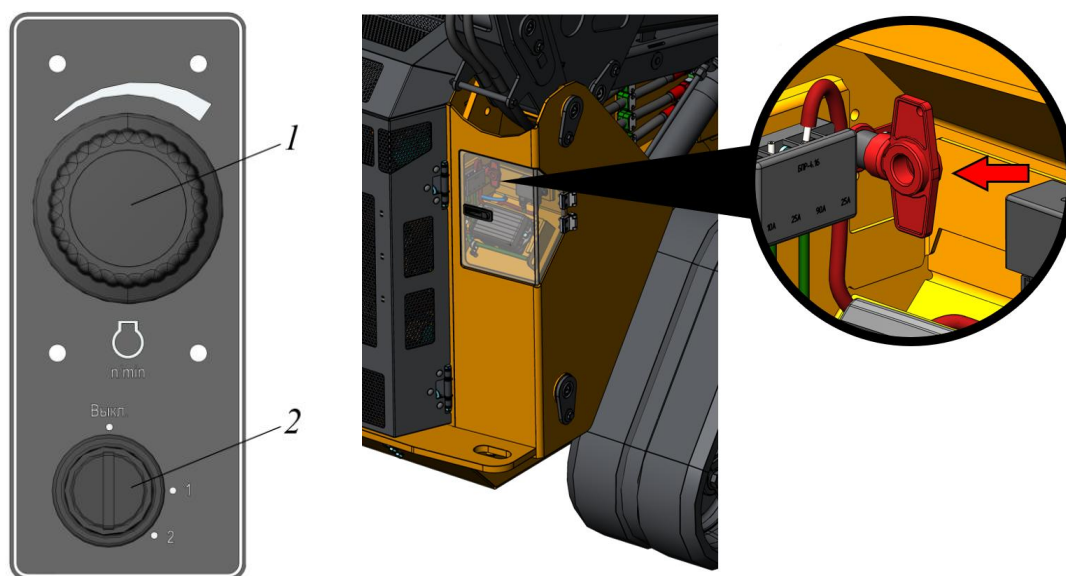

Рисунок 5.4. Перевод машины в положение техобслуживания
- Рукояткой оборотов двигателя поз. 1 выставить средние обороты холостого хода и дать двигателю поработать без нагрузки 2...3 мин, рис. 5.4.
- Уменьшить обороты двигателя до минимальных холостых и заглушить двигатель, повернув ключ в замке зажигания из положения «I» в положение «0», поз. 2, рис. 5.4. Дополнительно см. п. 3.3.4 Пуск/останов двигателя.
- ▶ Отключить питание машины главным выключателем АКБ, рис. 5.4 (показан стрелкой).